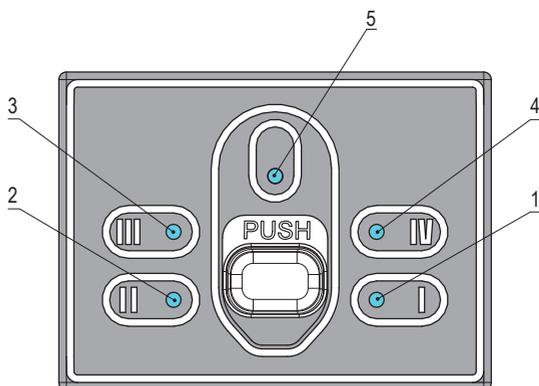

Рис. 15
Световая индикация для каждого из блоков фильтрации индивидуальна (рис. 15): модулям K5 и K2 блока предфильтрации соответствуют индикаторы 1 и 2, блоку обратноосмотической мембраны – индикатор 3, блоку кондиционирования – индикатор 4.
**Световой индикатор 5** (см. рис. 15) начнет мигать в случае возникновения неисправности, в остальное время он горит непрерывно, что свидетельствует о подключении DWM-201 к сети электропитания.
| Режим  | Звуковая сигнализация | Работа светодиодов по номерам (см. рис. 15) |   | Работа насоса |